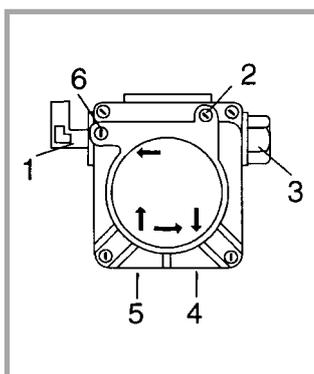

Figure 28 - Amorçage de la pompe
**Monotube** : Desserrer le bouchon (rep. 6, fig. 28) de la prise vacuomètre et attendre la sortie du fioul. Démarrer le brûleur, illuminer la cellule photorésistante et purger l'air par le raccord du manomètre.